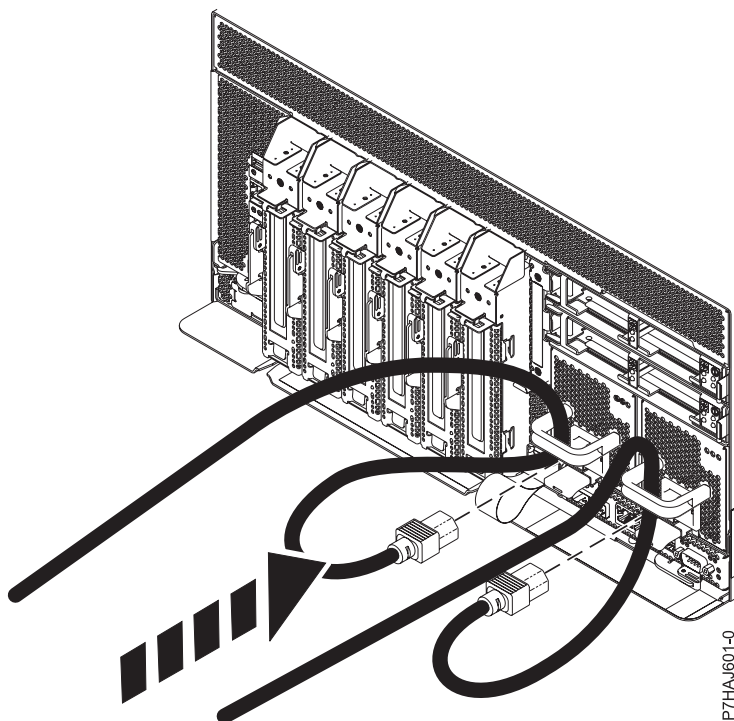

Figura 34. Conectando os cabos de energia
2. Reconecte os cabos de energia na unidade no sistema, conforme mostrado em Figura 34 na página 52. Assegure-se de que os cabos estejam encadeados pelas alças.